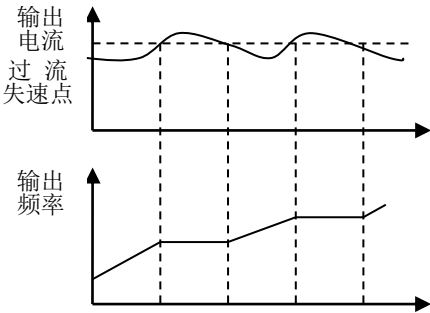

图 6-33 加速运行中过流失速控制
- 驱动器在加速过程中，当驱动器加速过快或所带负载过大时，电机电流会超过变频器的过流失速值，此时，驱动器就会延长加速的时间或停止加速，直到电流低于驱动器过流失速值的一定值时，驱动器继续加速。如图 6-33 所示。